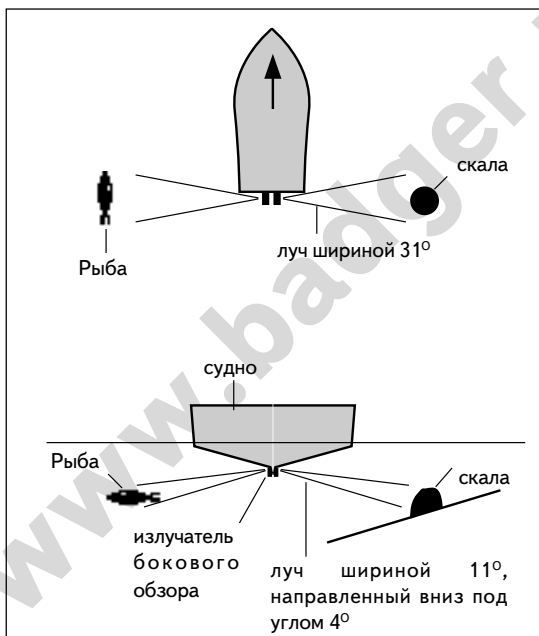

Рис. 3-9
Приобретаемый дополнительно, излучатель бокового обзора излучает два звуковых луча – один по правому борту судна, а другой – по левому борту. Соответственно изображения от этих двух лучей будут видны на левой и правой половинках экранной страницы Бокового Обзора (см. рис. 3-9).
его **проекция**. Пояснения видны из рис. 3-9. Единицы измерения расстояния выбираются из меню Системных Настроек (System Setup) для измерения глубины. Если выбраны футы (Ft) или фатомы (Fa), то и дальность будет обозначаться в футах. Если выбраны метры (M), то и все измерения расстояния будут в метрах.
Появление символа рыбы-арки означает, что эхолот обнаружил рыбу. В общем случае, чем больше рыба, тем больше более крупная арка появится на экране. Если включена функция обозначения рыбы символами, вместо арок на экран будут выводиться различные символы рыбы. Цифра, появляющаяся около символа рыбы, показывает расстояние до неё. Напоминаем, что расстояние до рыбы указывается по длине луча, а не по боковой **проекции** этого луча, как это показано на рис. 3-9. Единицы измерения расстояния выбираются из меню Системных Настроек (System Setup) для измерения глубины. Если выбраны футы (Ft) или фатомы (Fa), то и дальность будет обозначаться в футах. Если выбраны метры (M), то и все измерения расстояния будут в метрах